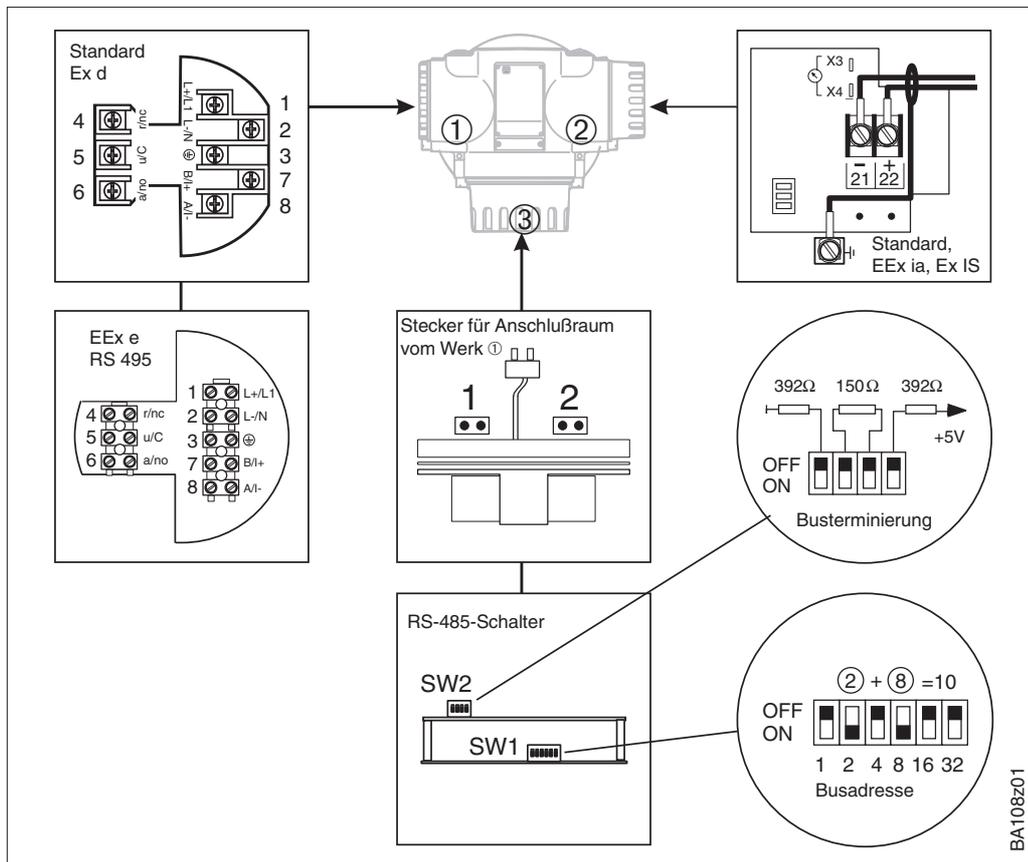

Abb. 3.3 Klemmblöcke für verschiedene Micropilot Ausführungen – folgende Kombinationen sind möglich:
Der Klemmenbock im Anschlußraum ① steht in verschiedenen Ausführungen zur Verfügung, siehe Abb. 3.3.